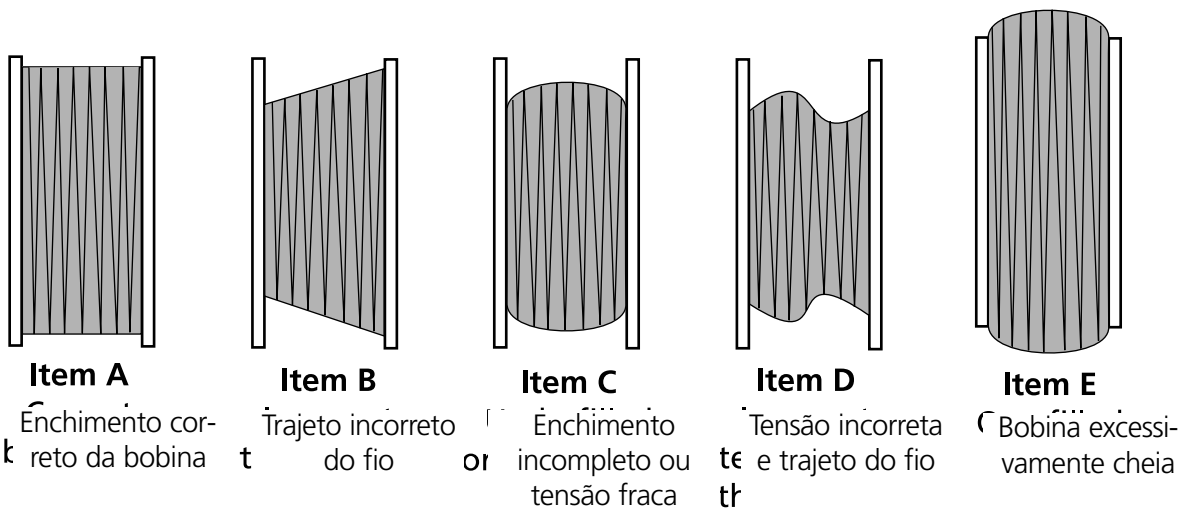

Figura 3-28
- Deslocar a alavanca do atuador para a posição DESLIGADO, retirar a bobina cheia e partir ou cortar a extremidade do fio. A figura 3-28 (item A) mostra uma bobina corretamente cheia. Os itens B até E na figura 3-28 mostram bobinas incorretamente cheias. Regular a tensão do bobinador, o caminho do fio ou o interruptor de Bobina Cheia para corrigir o funcionamento do bobinador se houver alguma anomalia como as que são indicadas abaixo.